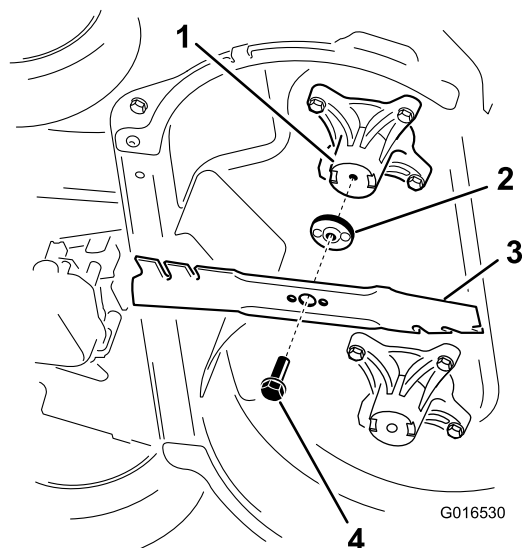

Figura 30
2. Retire cada cuchilla, como se muestra en la Figura 30.
1. Instale la primera cuchilla en posición horizontal, junto con todos los herrajes de montaje, según se muestra en Figura 30.